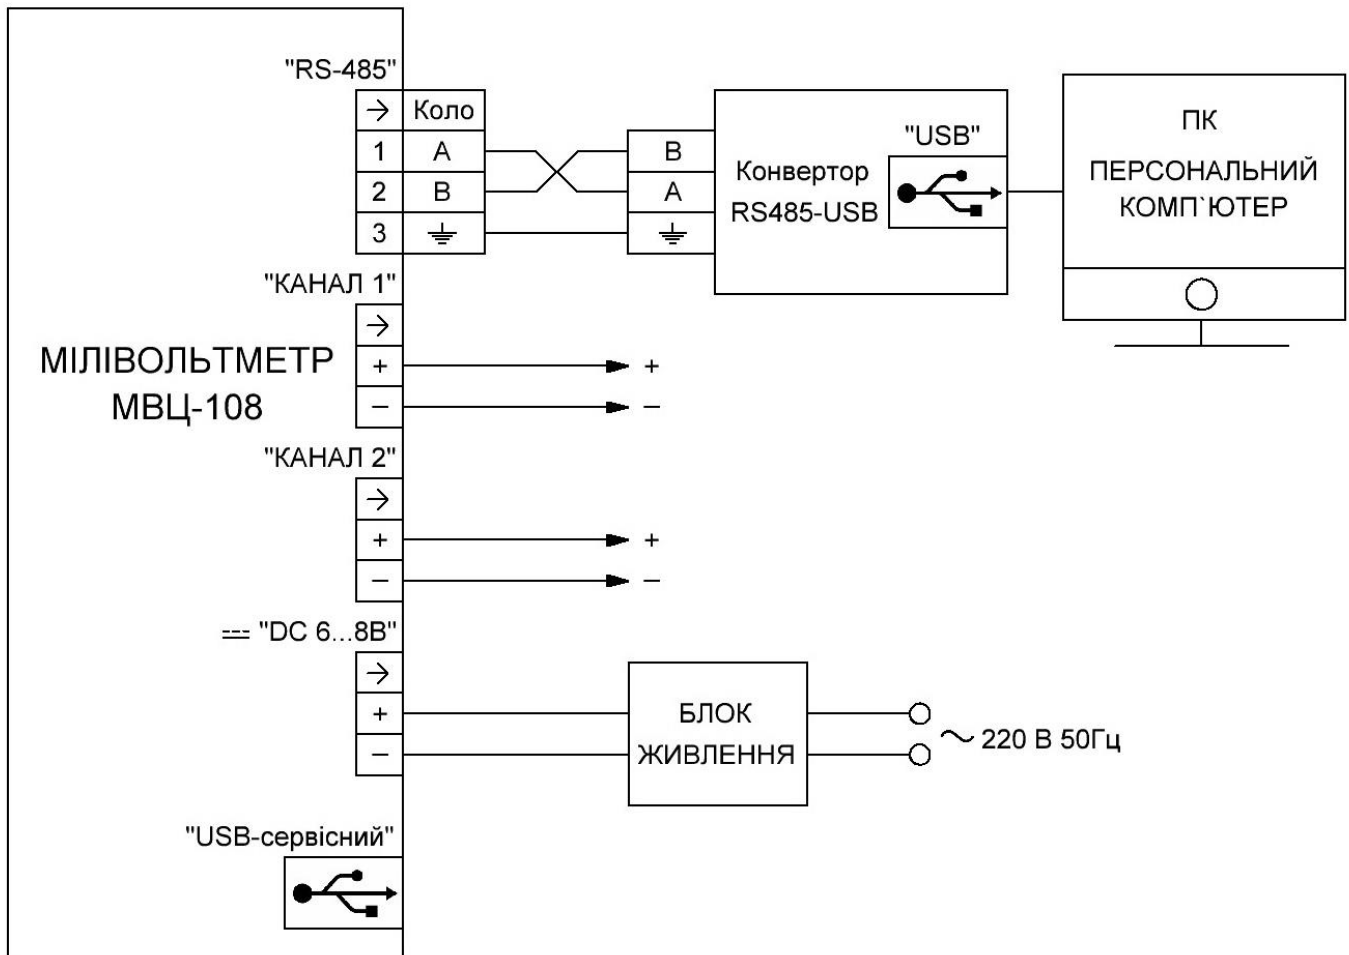

Рисунок 3. Схема з'єднань мілівольтметра
- якщо потрібний зв'язок з ПК: з'єднати між собою мілівольтметр і ПК відповідно до схеми зовнішніх з'єднань (рисунок. 3);